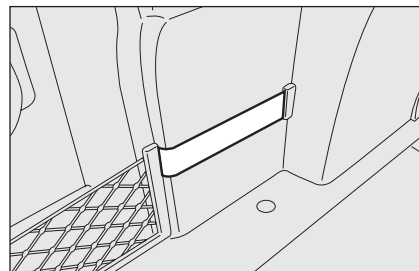

fig. 15
- **fig. 15** - elastico di trattenimento